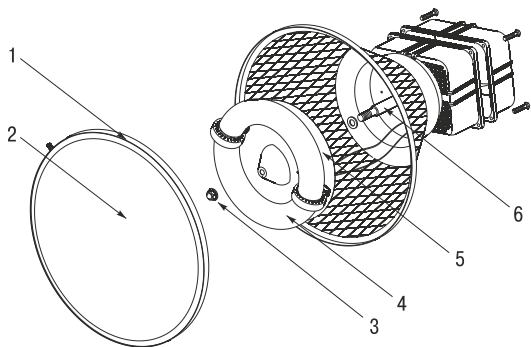

Рисунок 4
- Повернуть светильник на 90 градусов (рисунок 4).